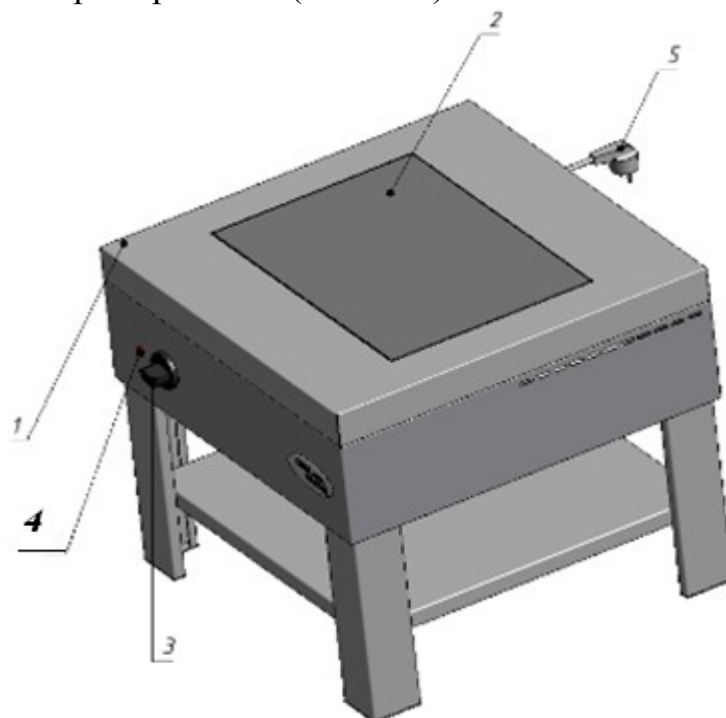

Рис.2
5.1. Основные части изделия указаны на рис.2 и перечислены в таблице 1. на примере Ф1пЭ(530x530)